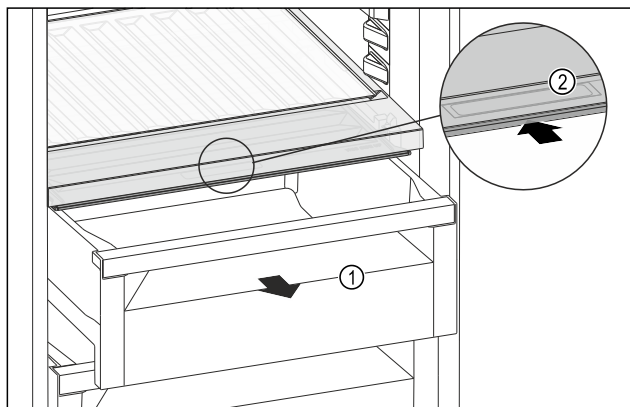

Fig. 121
- Изтеглете чекмеджето Fig. 121 (1).
- Хванете вдлъбнатия захват Fig. 121 (2) на капака на отделението и едновременно с това избутайте назад капака на отделението.